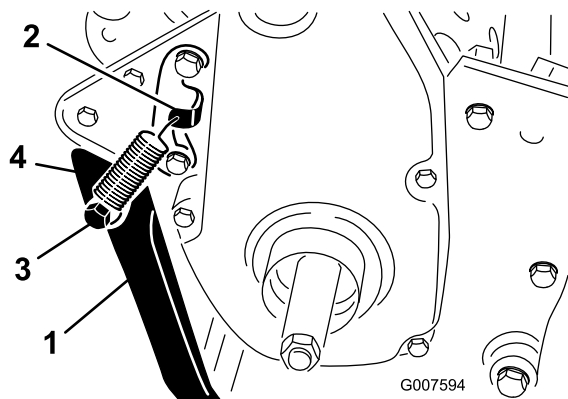

図 7
プリングブラケットの穴とスプリングスタッドの穴に引っ掛ける（図 7）。
3. ボルト、ロックワッシャ、スペーサ、平ワッシャ、ロックナットを使って、キックスタンドをフレームの左右に固定する（図 7）。スペーサは、キックスタンドの取り付け穴に入れる。